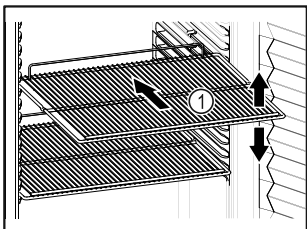

Fig. 61 Примерное изображение
- ❑ Если имеются решетчатые полки Fig. 61 (1), отрегулируйте высоту их установки.